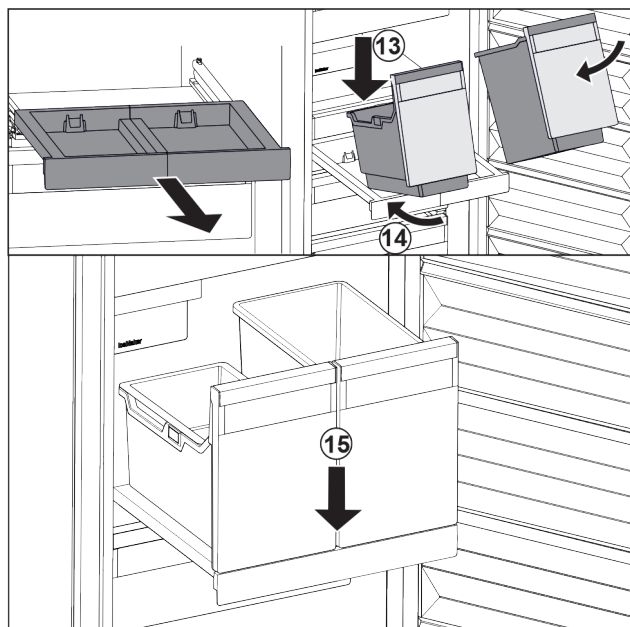

Fig. 90
- ▶ Așezați recipientele oblic pe raftul extractibil. Fig. 90 (13)
- ▶ Inșerați recipientul oblic spre partea posterioară. Fig. 90 (14)
- ▶ Depuneți recipientul în față. Fig. 90 (15)